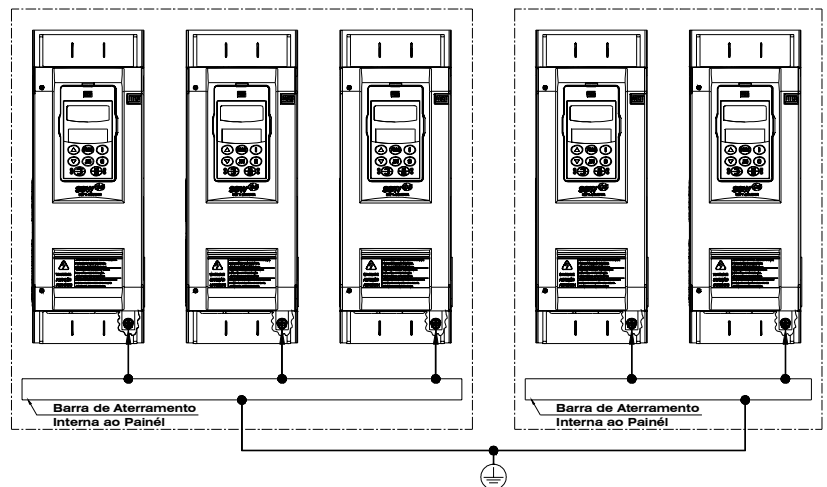

Figura 3.8 - Conexões de aterramento para mais de uma Soft-Starter SSW-06
As Soft-Starter SSW-06 devem ser obrigatoriamente aterradas a um terra de proteção (PE). A conexão de aterramento deve seguir as normas locais. Utilize no mínimo a fiação com a bitola indicada na Tabela 3.6. Conecte a uma haste de aterramento específica ou ao ponto de aterramento específico ou ao ponto de aterramento geral (resistência  $\leq 10$  ohms). Não compartilhar a fiação de aterramento com outros equipamentos que operem com altas correntes (ex.: motores de alta potência, máquinas de solda, etc.). Quando várias Soft-Starters SSW-06 forem utilizadas, observar a figura 3.8.